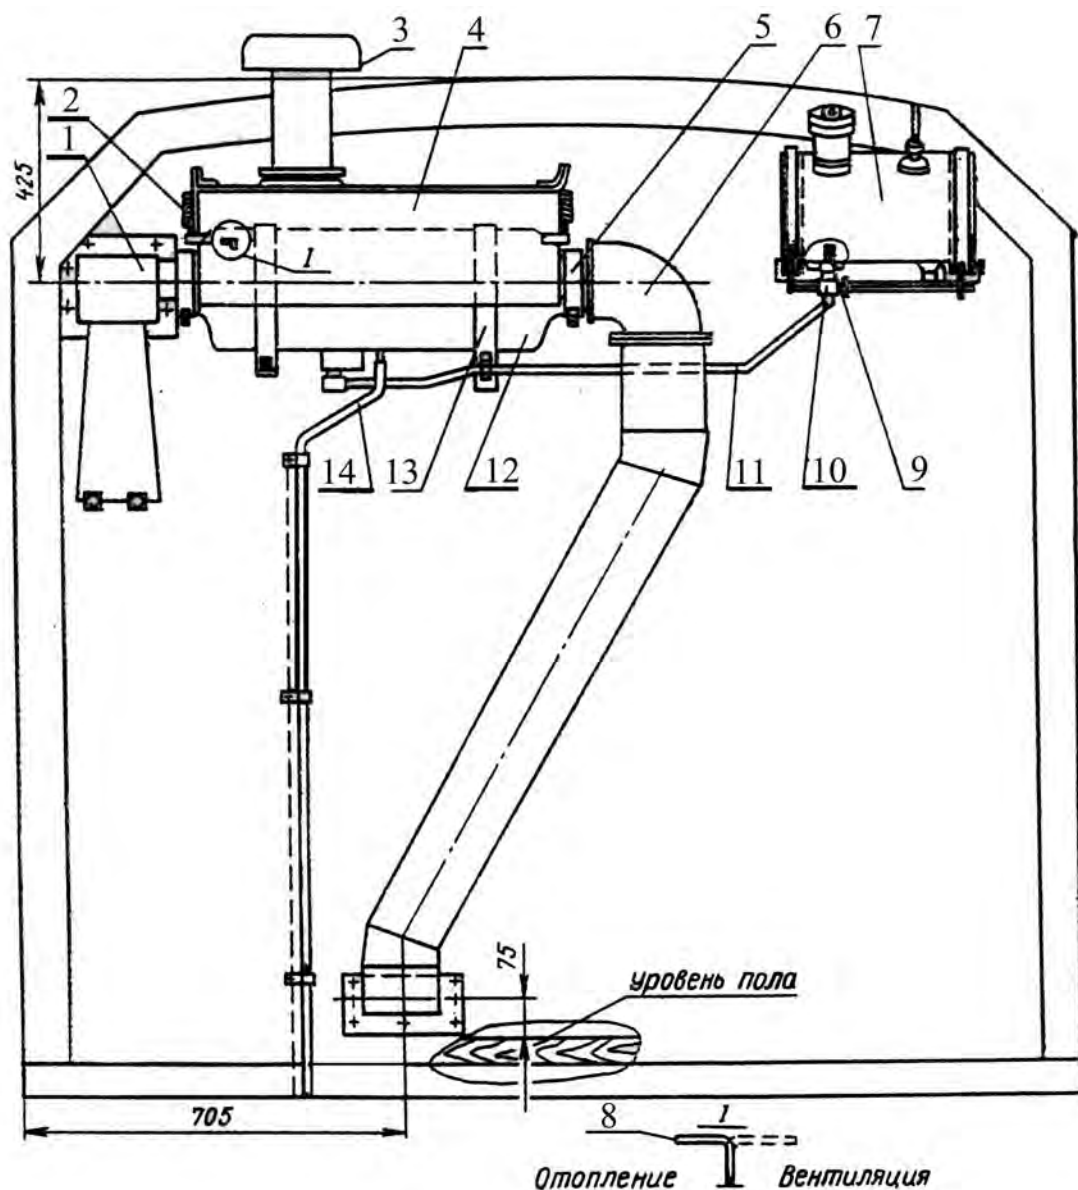

Рис. 8. Отопление кузова:
Отопление кузова осуществляется отопителем типа ОВ-65Б (рис. 8), специально доработанным для его герметизации и установленным вверху на передней стенке с наружной стороны кузова.
Питание отопителя топливом (рис. 8) осуществляется от специального бака, установленного на кронштейнах. Топливная питающая магистраль, выполненная из латунной трубки внутренним диаметром 6 мм, включает в себя запорный краник 10, фильтр 9 и штуцер. Питающая трубка подсоединена к топливному баку, а штуцер установлен на конце топливной магистрали и привернут специальным болтом к наконечнику приемной трубки. Краник установлен в месте присоединения топливной магистрали к фильтру.
- рычажок на отопителе поставить в положение «Отопление», как показано на рис. 8 (узел I) и на табличке, укрепленной на кожухе отопителя;
- рычаг 8 (рис. 8) на отопителе поставить в положение «Вентиляция», как показано на табличке, установленной на переднем листе кожуха отопителя;